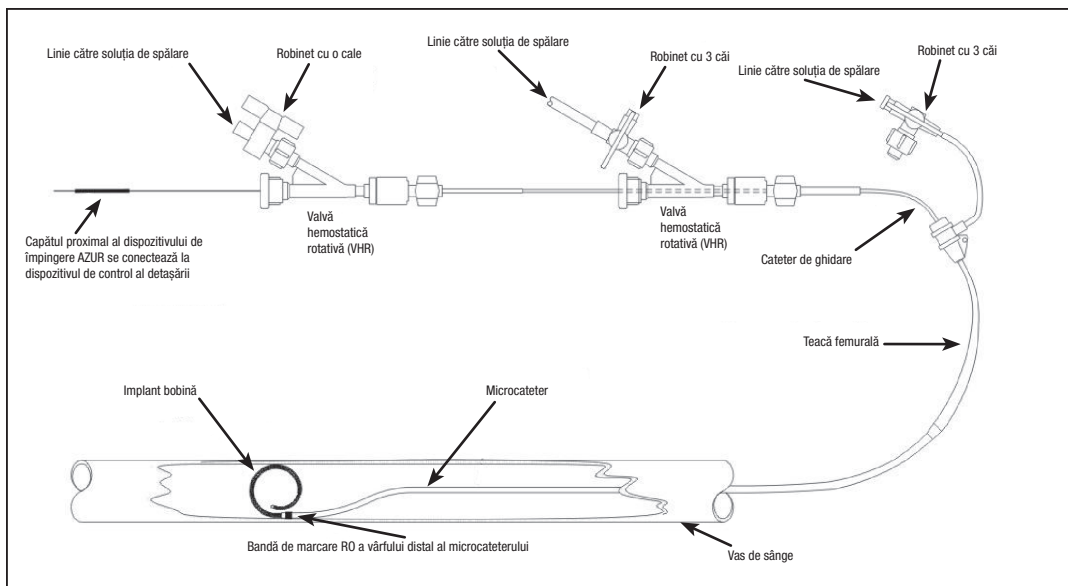

Figura 1 – Diagrama configurației unui sistem AZUR
1. Consultați figura 1 pentru diagrama de configurare.